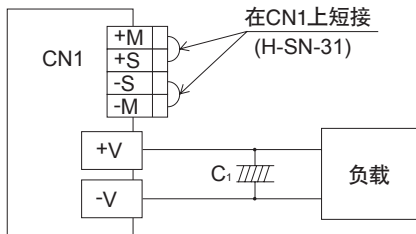
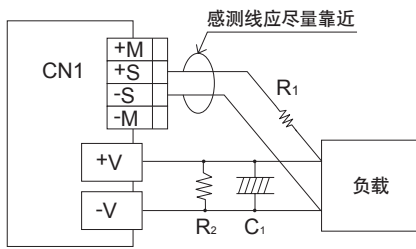

图5.15 不使用遥感功能时
图5.16 使用遥感功能时
- 遥感使用或不使用时的接线如图5.15~图5.16所示。
- ① 接线应小心进行。如果因螺钉松脱等导致负载线连接不良, 负载电流将流向感测线, 电源的内部电路可能会损坏。
- ② 负载与电源之间的导线应足够粗, 确保线路电压降小于0.3V。
- ③ 如果感测线较长, 应将C1和R1横跨负载线放置。
- ④ 感测线应使用双绞线或屏蔽线。
- ⑤ 请勿从+M、-M、+S或-S获取输出电流。
- ⑥ 接线或负载的阻抗可能会导致输出电压振荡或波动。